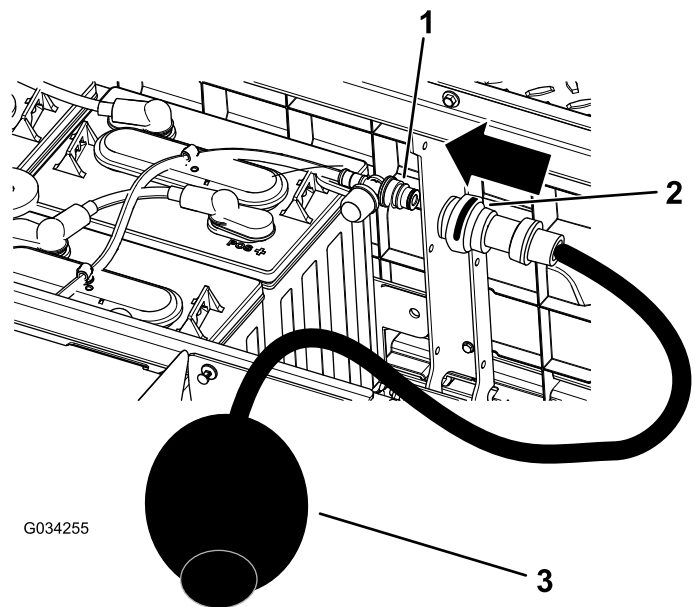

Bild 39
4. Schließen Sie die Wasserhandpumpe von Toro an den Wasserfüllanschluss an (Bild 39).